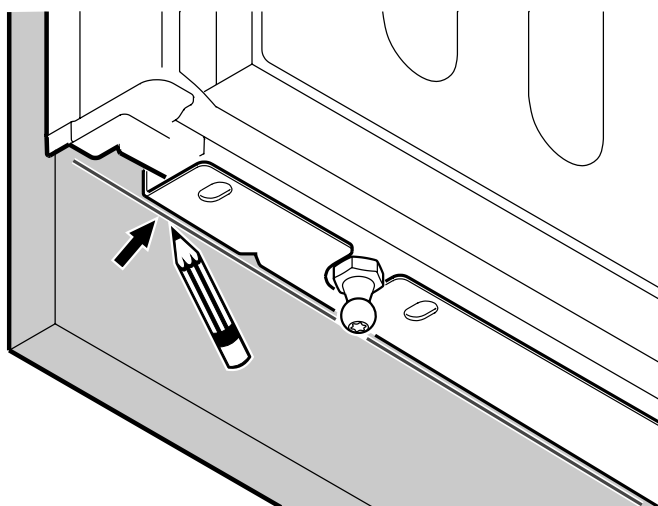

Figure 27
6. Transférer la face inférieure de la baguette de fixation sur le panneau à l'aide d'un crayon (Figure 27).